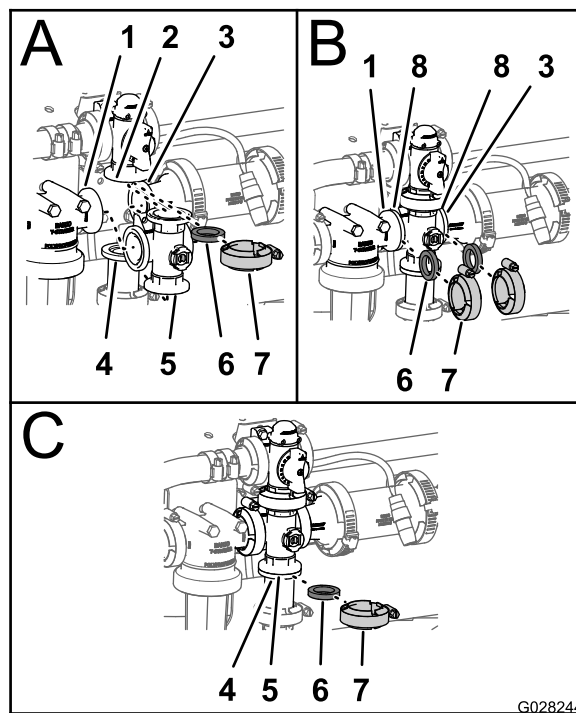

Рисунок 143
- Совместите фланец перепускного клапана перемешивания, одну уплотнительную прокладку и фланец штуцера торцевой крышки коллектора клапана перемешивания (Рисунок 143).
- Установите перепускной клапан перемешивания, уплотнительную прокладку и коллектор клапана перемешивания с помощью хомута, затянув его вручную (Рисунок 143).
- Установите уплотнительную прокладку между фланцами головки фильтра линии нагнетания и коллектора клапана перемешивания (Рисунок 143).
4. Смонтируйте головку фильтра линии нагнетания, уплотнительную прокладку и коллектор клапана перемешивания с помощью хомута, затянув его вручную (Рисунок 143).
5. Установите уплотнительную прокладку между фланцами коллектора клапана перемешивания и переходной муфтой (Рисунок 143).
6. Смонтируйте коллектор клапана перемешивания, уплотнительную прокладку и переходную муфту с помощью хомута, затянув его от руки (Рисунок 143).
7. Установите уплотнительную прокладку между фланцами коллектора клапана перемешивания и переходного штуцера для дроссельного клапана перемешивания (Рисунок 143).
8. Смонтируйте коллектор клапана перемешивания, уплотнительную прокладку и переходной штуцер с помощью хомута, затянув его вручную (Рисунок 143).